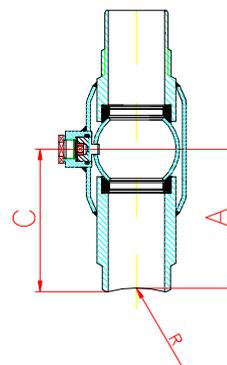

Рисунок 1
3. Привариваемому концу крана следует придать кривизну по радиусу  $R$  (рис. 1) и следовать фаску с учетом монтажных размеров, для обеспечения хорошего провара сварного шва.